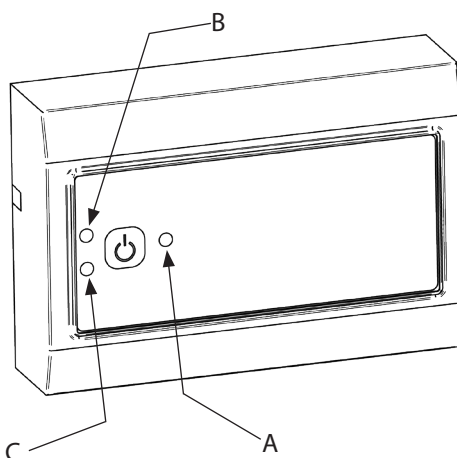

Fig.10
- Tryk på ON/OFF-knappen (fig.10-A).
- Funktions-dioden (fig. 10-B) vil blinke GRØNT indtil korrekt aftræk bekræftes, hvis dioden blinker GULT skal spjældet åbnes. Derefter skifter funktions-dioden til konstant GRØN og ildstedet kan tændes.
Funktions-diode (Fig. 10-B)
Alarm diode (Fig. 10-C)
Hvis alarm-dioden (fig. 10-C) tænder under drift, så tryk på ON/OFF-knappen to gange for at stoppe røgsugerens og genstarte styringen. Hvis alarm-dioden stadig lyser efter nulstilling, se venligst afsnittet "Fejlfinding" for hjælp.
Tryk på ON/OFF-knappen (fig. 10-A) i minimum 4 sekunder vil forøge røgsugerens hastighed under drift. Den forøgede hastighed vil blive annulleret, når styringen slukkes.